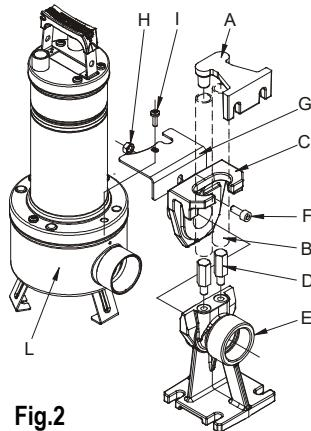

Fig.2
- Para as instalações fixas aconselha-se a utilização do dispositivo de elevação DSD2 (disponível por encomenda - **Fig.2**) para facilitar as operações de manutenção na electrobomba. Inserido entre a boca de compressão da electrobomba e a tubagem evita, nas operações de manutenção, a desmontagem da tubagem de compressão. O dispositivo DSD2 é constituído por 8 detalhes, mais um não fornecido (tubos de 3/4"):
Retirar o parafuso superior da flange do lado da compressão (I). Montar o estribo anti-rotação (G). Voltar a montar o parafuso (I). Extrair a corrediça do pé de acoplamento e ligá-la com a boca de compressão da bomba. Utilizando o parafuso (F) e a porca (H) fixar a corrediça à bomba como indicado na figura. Voltar a posicionar o conjunto corrediça/bomba no pé (Fig.2).